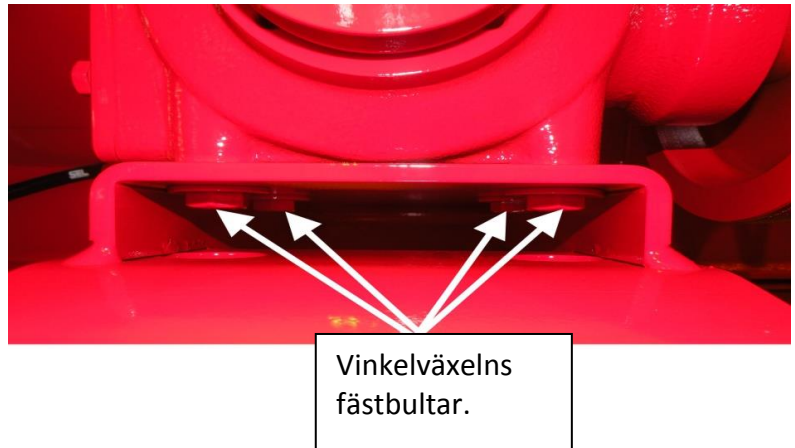

Bild 43.
1. Lossa vinkelväxels fästbultar (4 st. på bild 43).